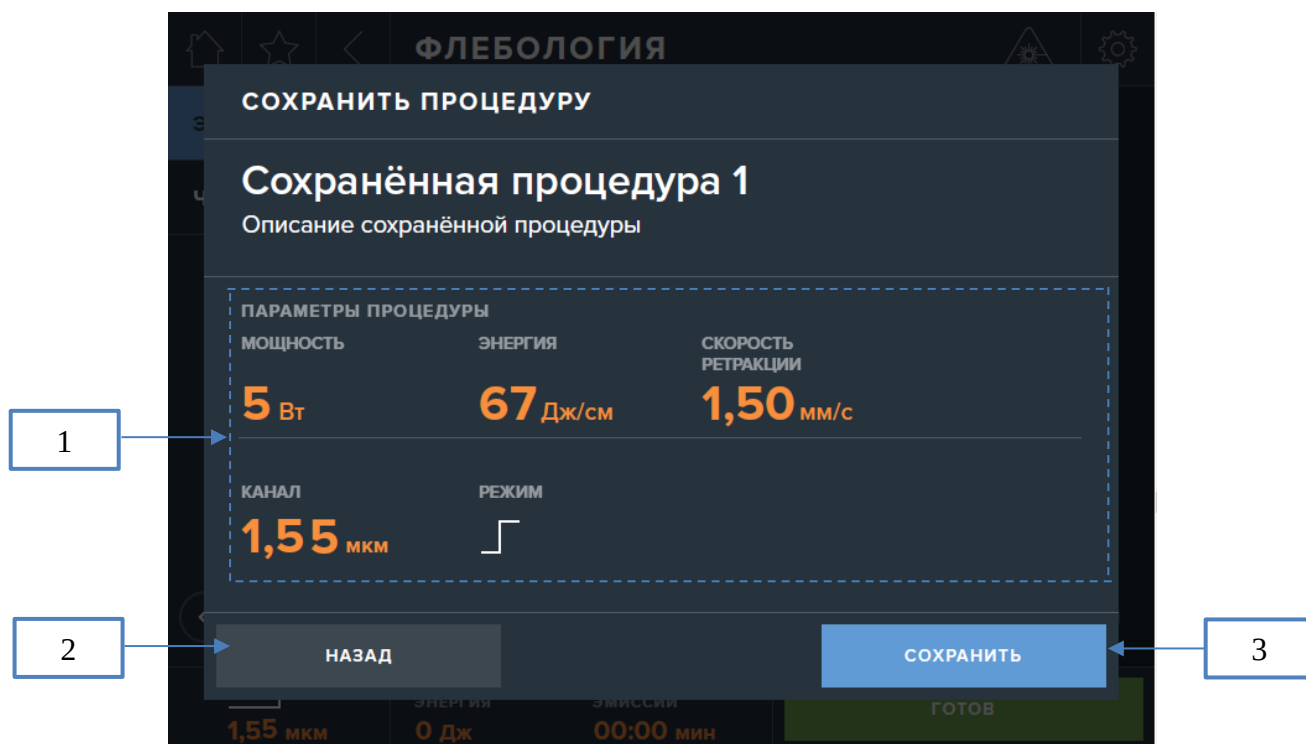

Рис. 19. Экран сохранения пользовательского режима.
Для перехода на следующий экран сохранения пользовательского режима (рис. 19) необходимо нажать кнопку (7).
Для сохранения пользовательского режима нажмите кнопку (3) (рис. 19). Для возврата на предыдущий экран нажмите кнопку (2).
Перед сохранением проверьте установленные параметры лазерного излучения (1) (рис. 19).